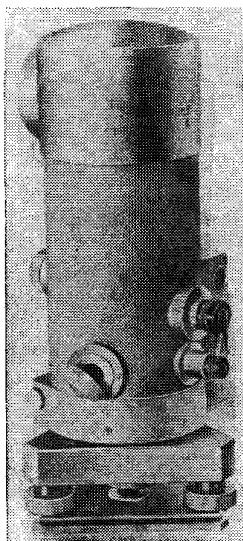

Рис. 16. Нивелир NI 007
3.9. Нивелир Ni 007 (рис. 16) предназначен для нивелирования II и III класса. Может применяться для наблюдений за осадками зданий и сооружений и при высокоточном монтаже.